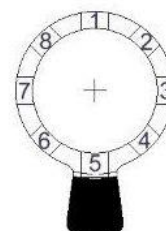

Fig. 1
- Con la punta di una matita fare rientrare il pernetto e ruotare la CAMMA fino ad allinearla alla parte inferiore del cilindro (vedi fig. 1). Il perno si bloccherà automaticamente bloccando la CAMMA nella sua nuova posizione.